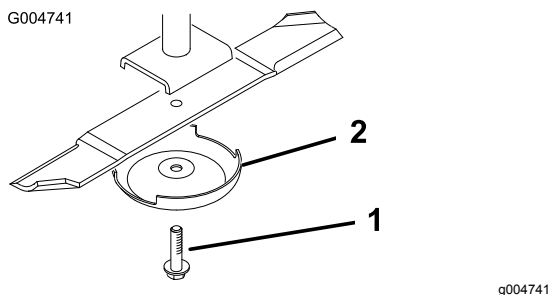

Bild 117
3. Entfernen Sie die Messerschraube, die Antiskalpierkuppe und das Messer von der Spindelwelle (Bild 117).